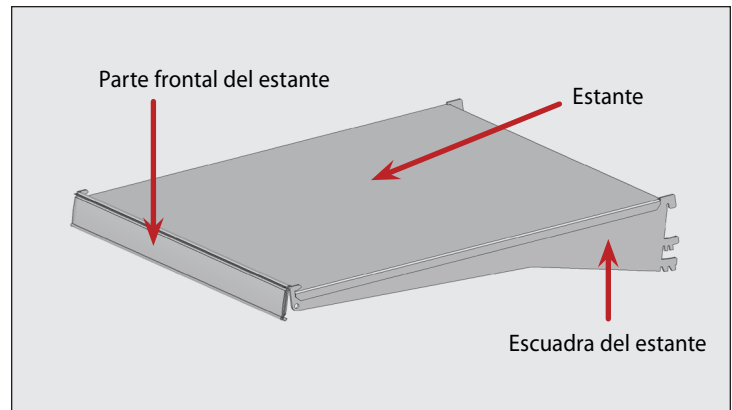

Fig. 1. Los componentes del estante cantilever.
1. Coloque las escuadras del estante enfrente del estándar del estante a la altura adecuada. Véase la fig. 1.